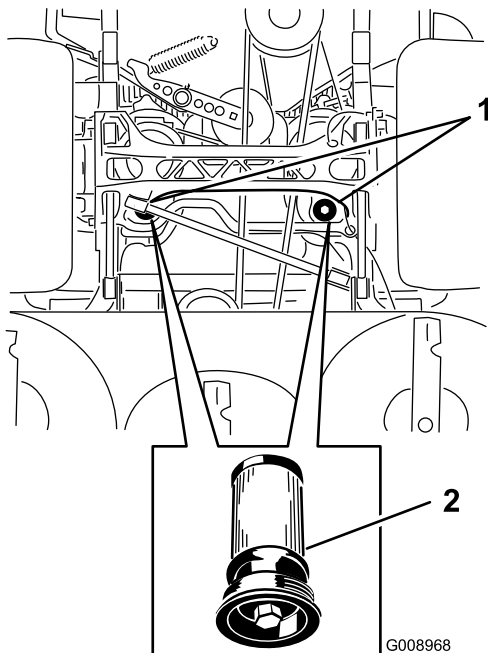

Figura 84
5. Coloque un recipiente debajo del filtro, retire el filtro usado y limpie la superficie (Figura 84).
6. Aplique una capa fina de fluido hidráulico a la junta de goma del filtro nuevo (Figura 84).